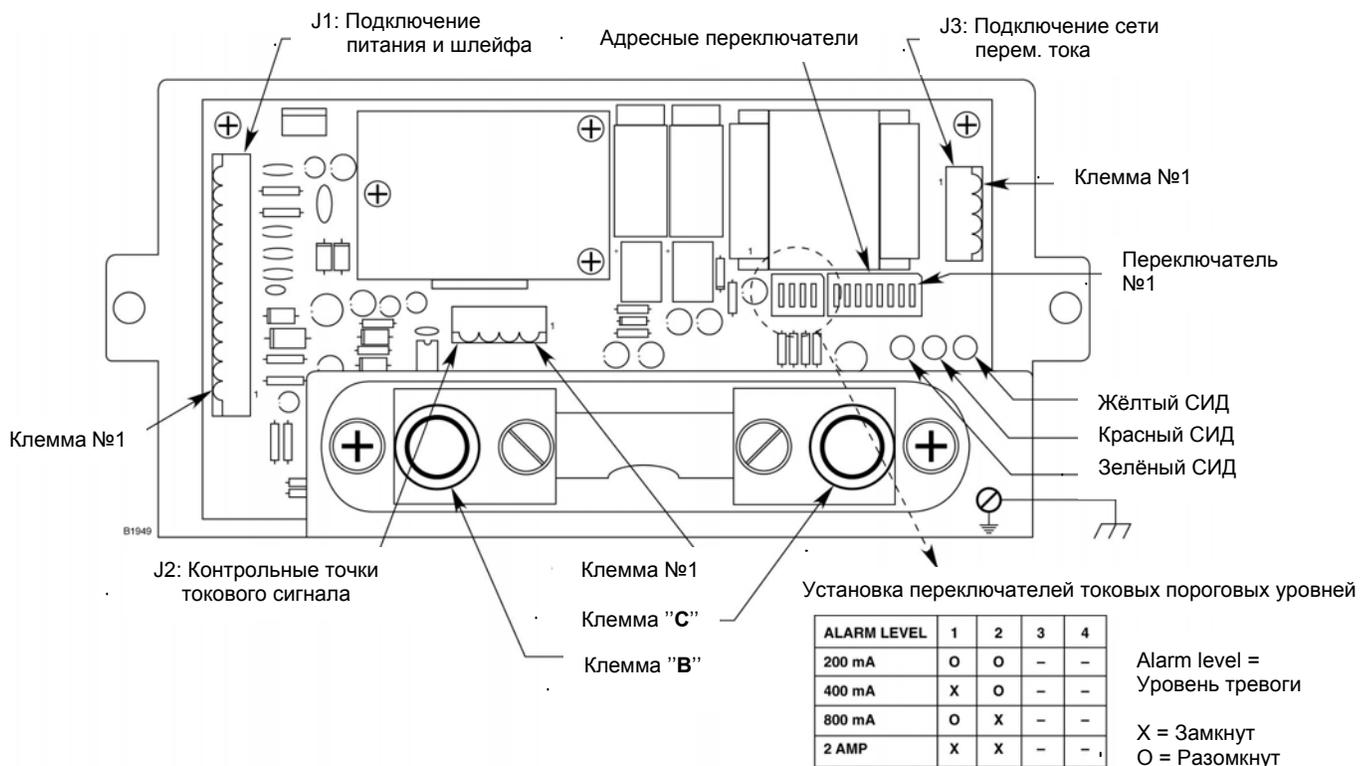

Рис. 3-18. Модуль мониторинга источника питания и положения переключателей.
*Модуль мониторинга источника питания (Модуль PSM) использует два из четырёх переключателей в DIP-сборке для установки соответствующих пороговых уровней срабатывания в зависимости от конкретного применения, как показано на рис. 3-18. Модуль укажет на состояние неисправности, когда ток потребления от аккумуляторов резервного питания превышает пороговый уровень в течение 20 с. Сигнал неисправности будет сброшен, когда значение тока уменьшится на половину на протяжении 20-секундного интервала. Выбор величины порогового уровня основан на минимальном значении потребляемого тока для подключённого оборудования. Выбранное значение должно быть меньше, чем реальное минимальное значение потребляемого системой тока.*
4. Подсоедините внешний кабель сетевого питания к соответствующим входным клеммам источника питания. На рис. 3-18 показано расположение клеммного блока, а на рис. 3-19 и 3-20 назначение клемм. Подсоединить провода питания постоянного тока 24 В и кабель кольцевого шлейфа LON к соответствующим клеммам разъёма J1. Дублирование клемм "+" , "-" и "Экран" выполнено внутренним монтажом. **Не допускается** заземление экранированных проводов на корпус, в котором размещаются монитор и распределитель питания. Экраны должны быть изолированы во избежание короткого замыкания на корпус или с другим кабелем.
Напряжение измеряется на клеммах 3 и 4 разъёма J2 платы модуля мониторинга, см. рис. 3-18 и 3-22.